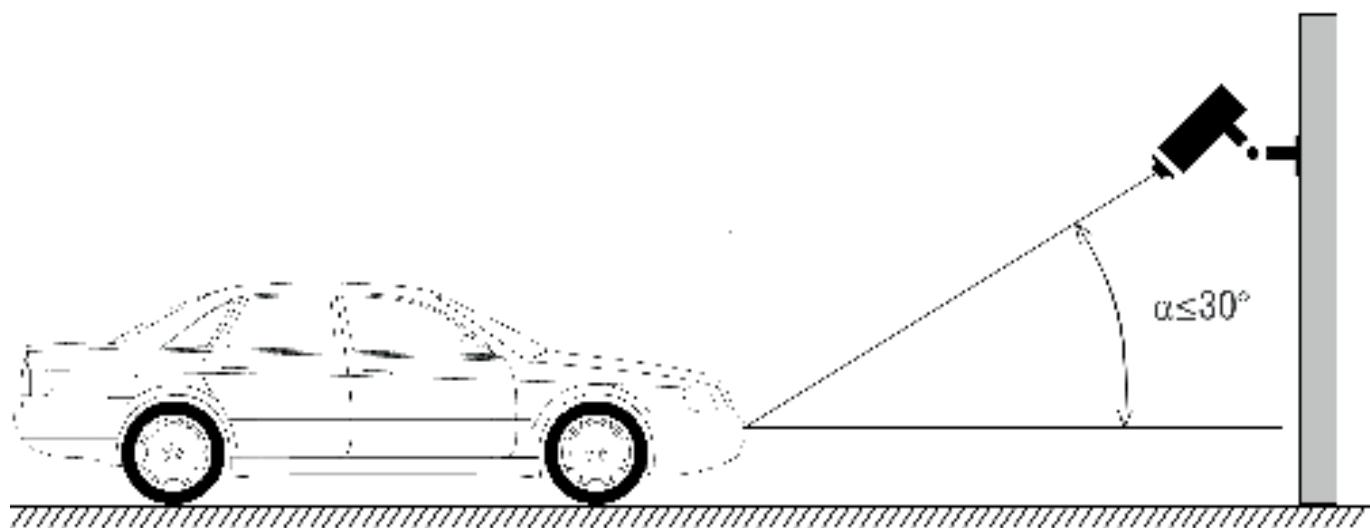
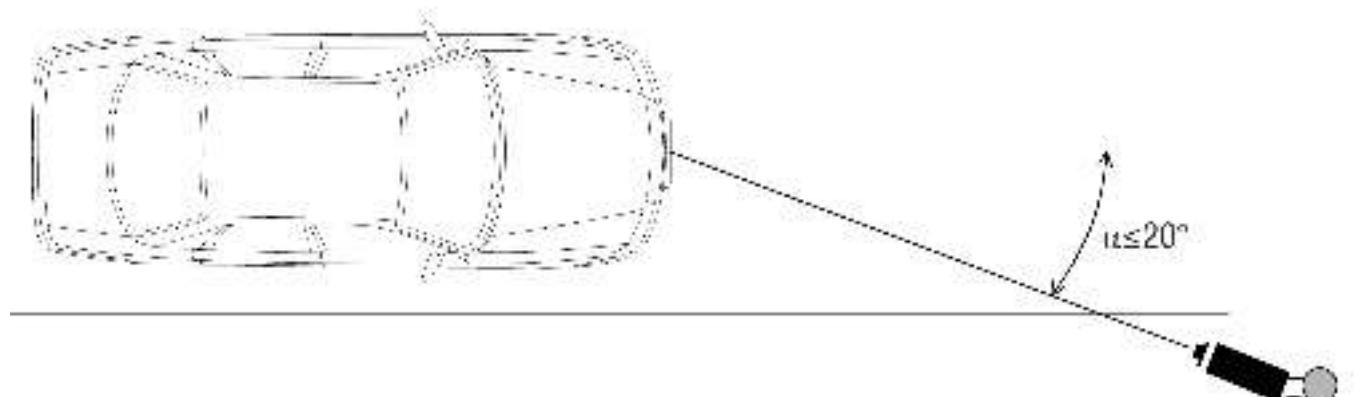

Рис. 2 Вертикальная установка видеокамеры
Рис. 4 Угол установки видеокамеры по горизонтали
- Максимальный наклон видеокамеры, выражается в градусах по вертикали и по горизонтали. Типовые значения составляют, не более 30 градусов по вертикали (рисунок 2, 3), не более 20 градусов по горизонтали (рисунок 4).